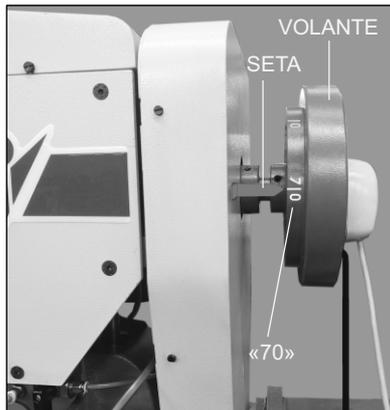

Figura 17
- ✓ Gire el volante de la máquina hasta que la flecha de referencia se coloque en el punto 70 (figura 17) en el volante (el tornillo que fija la biela en la brida de conexiones de accionamiento del estira-hilo deberá quedar posicionado en la posición máxima hacia abajo);